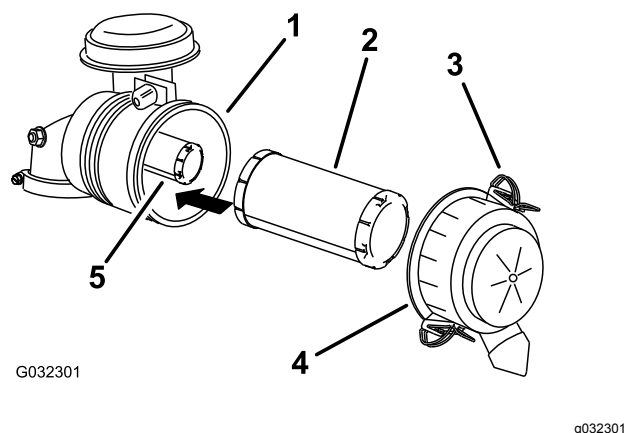

Figura 54
3. Liberte os trincos do filtro de ar e empurre a cobertura do filtro de ar para fora do corpo do filtro (Figura 54).
5. Empurre suavemente o filtro primário para fora do corpo do filtro de ar (Figura 54).
2. Se substituir o filtro de segurança, empurre-o com cuidado para o corpo do filtro (Figura 54).
3. Empurre com cuidado o filtro primário sobre o filtro de segurança (Figura 54).
4. Instale a tampa do filtro de ar com o lado indicado como **up** virado para cima e aperte os trincos (Figura 54).